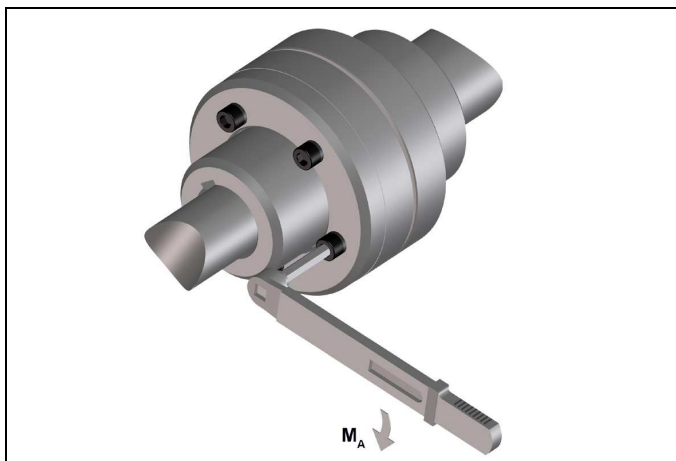

Rys. 12
- Odkręcić i usunąć śruby mocujące pierścieniu kłowy i dosunąć go od piasty kołnierkowej (Rys. 12, Poz. 1)
- Przeciąć elastyczny wkład na mostku łączącym kieszenie. (Rys. 12, Poz. 2).